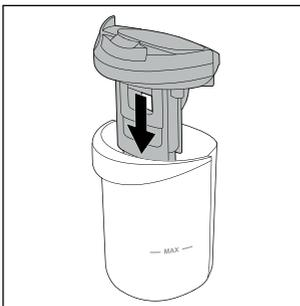

Fig. 29
- ◆ Repositionnez le couvercle du réservoir d'eau sale **9** sur le réservoir d'eau sale **2** (voir fig. 29).